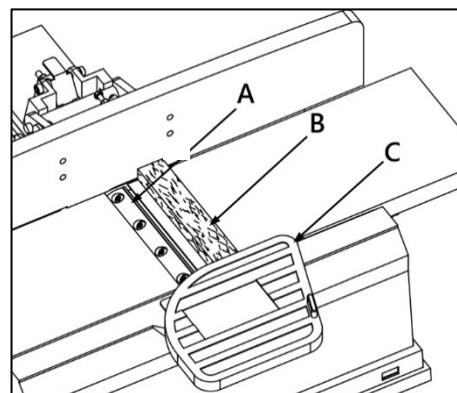

Рисунок 14.
Для замены и/или настройки положения ножей (A) (рис. 14), отключите станок от электросети, отодвиньте параллельный упор назад. Опустите в крайнее нижнее положение стол подачи.